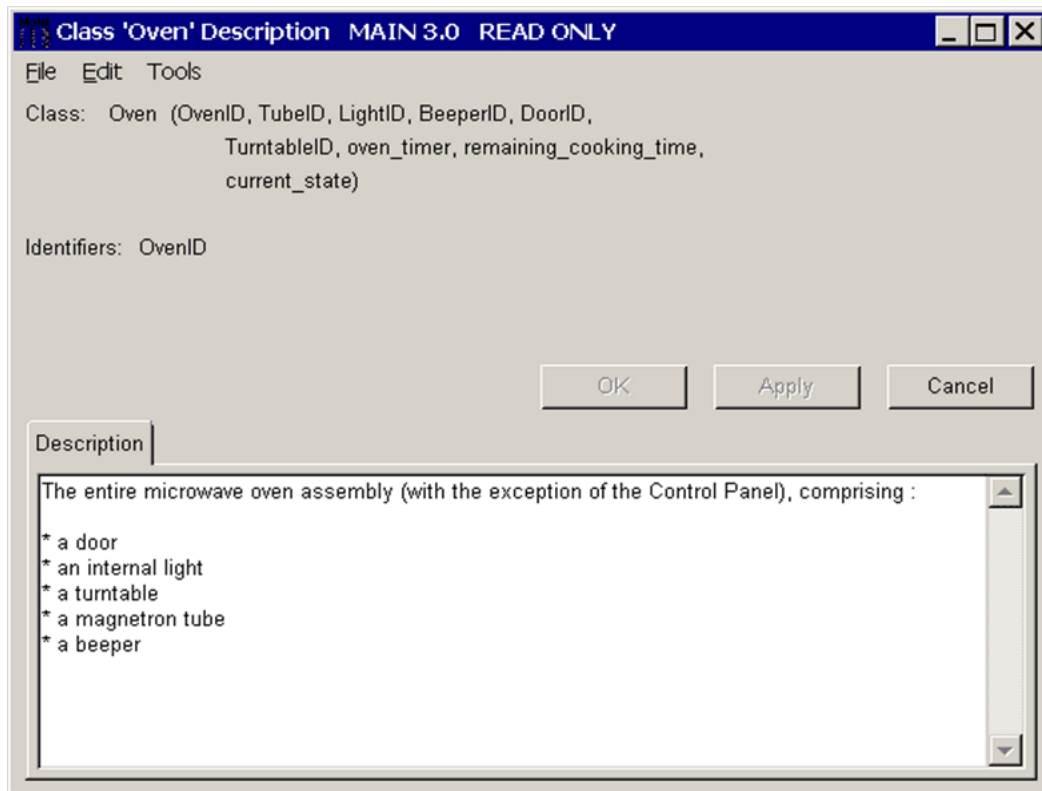

図 4-5: [Class Description] ウィンドウ
- ☐ [Show Class Description] をクリックします。Oven クラスのすべての属性、クラスの一意な識別子、およびテキスト記述が新しいウィンドウに表示されます（図 4-5）。テキスト記述は、モデルの実行やコードの生成にとって必須ではありませんが、分析のドキュメントという点できわめて重要です。この記述は、モデルを参照したり検討したりする人達に、分析にクラスが含まれる理由と、分析しているシステムにおけるその実際のロールに関する情報を提供します。意味のあるクラス記述の構成について、多くの書籍があります^{(3),(4)}。